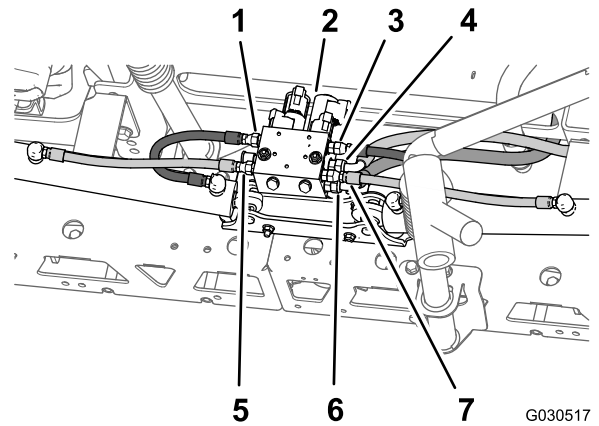

图62
2. 在机器后部拆下喷洒臂提升歧管与液压油缸之间的液压软管图62。